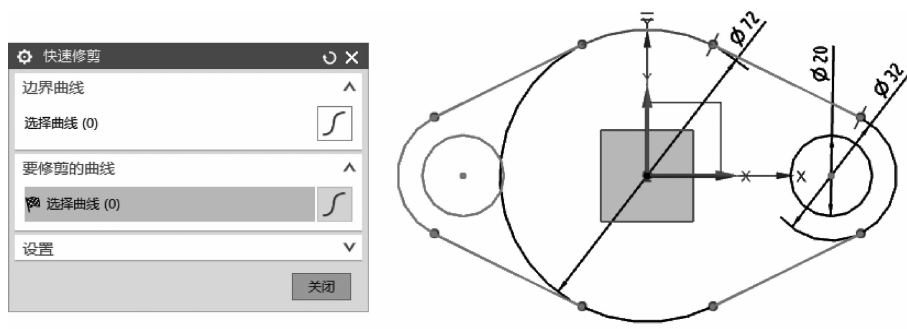

图 2-11 快速修剪线段
(6) 在“草图”工具条中单击  图标,弹出“快速修剪”对话框,快速修剪多余的线段,如图 2-11 所示。